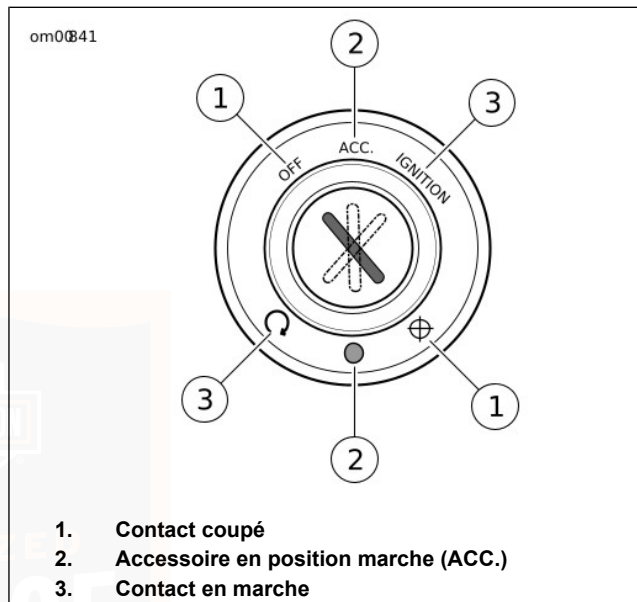

Figure 4. Contacteur à clé/phare : modèles Sportster
Voir la Figure 4. L'interrupteur à clé d'allumage/phare commande les fonctions électriques de la moto.
2. Voir la Figure 4. Mettre l'interrupteur à clé d'allumage/phare en position allumage (IGNITION) et appuyer sur le commutateur du DÉMARREUR pour mettre en route le moteur du démarreur.
2. Voir la Figure 4. Tourner la clé de contact vers la position arrêt (OFF) pour couper le contact.